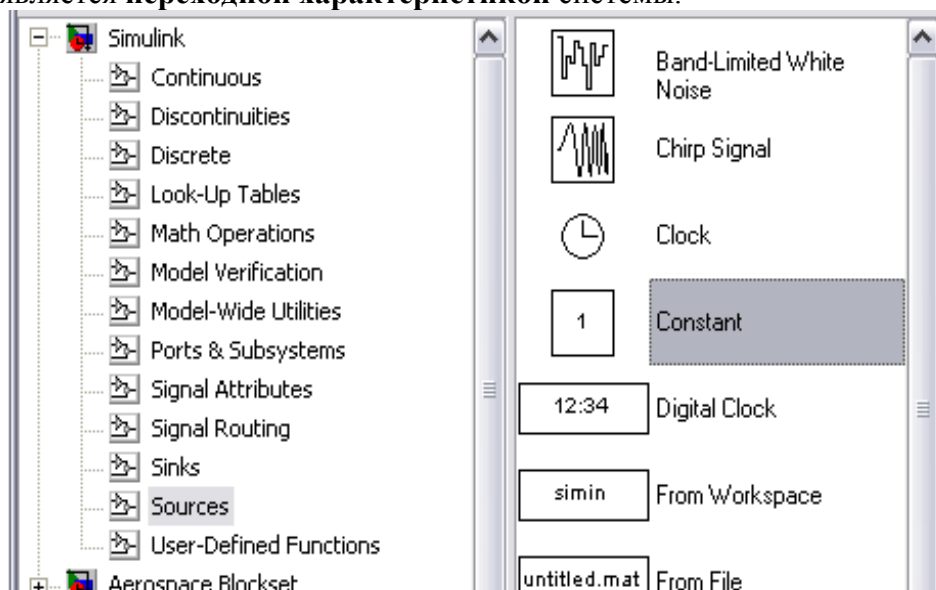

Рис. 5. Расположение блока **Constant**
2.2.4. Для того, чтобы на вход системы подать постоянное ступенчатое воздействие, используется блок **Constant** (**Simulink/ Sources/ Constant**), рис. 5. Реакция системы на данный сигнал является **переходной характеристикой** системы.